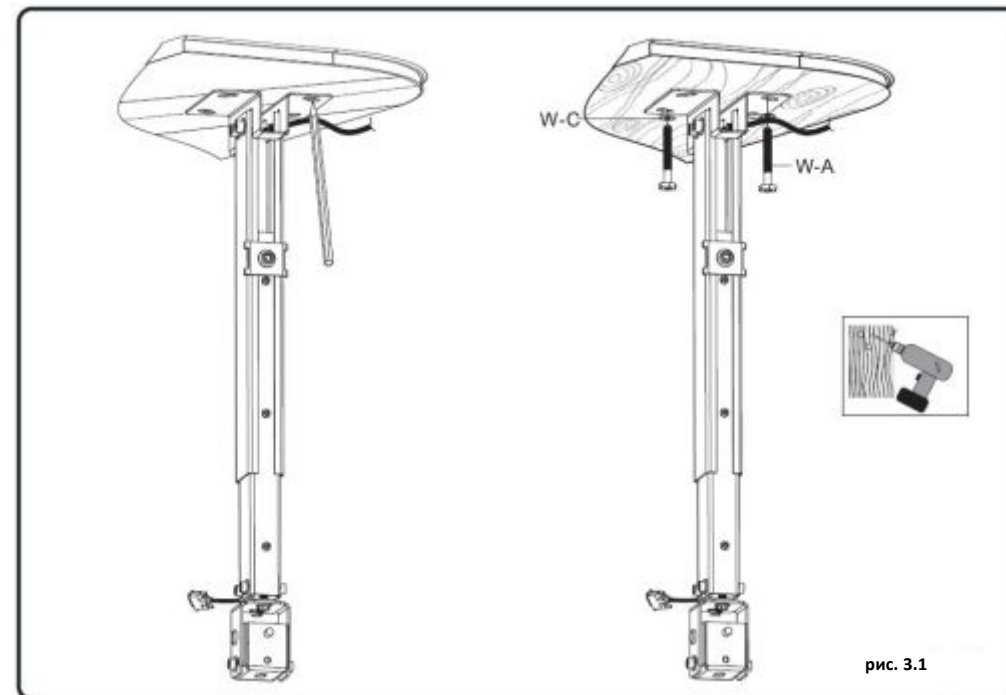

рис. 3.1
- Разместить потолочную пластину на потолке в качестве шаблона. Отметить центры двух монтажных отверстий. Убедитесь в том, что монтажные отверстия расположены по центру арматуры. Высверлить два отверстия диаметром 1/8 дюйма (3 мм) глубиной 1,2 дюйма (30 мм). Убедитесь в том, что потолочная пластина выставлена в уровень, закрепить ее с помощью двух болтов (W-A), как показано на рис. 3.1.